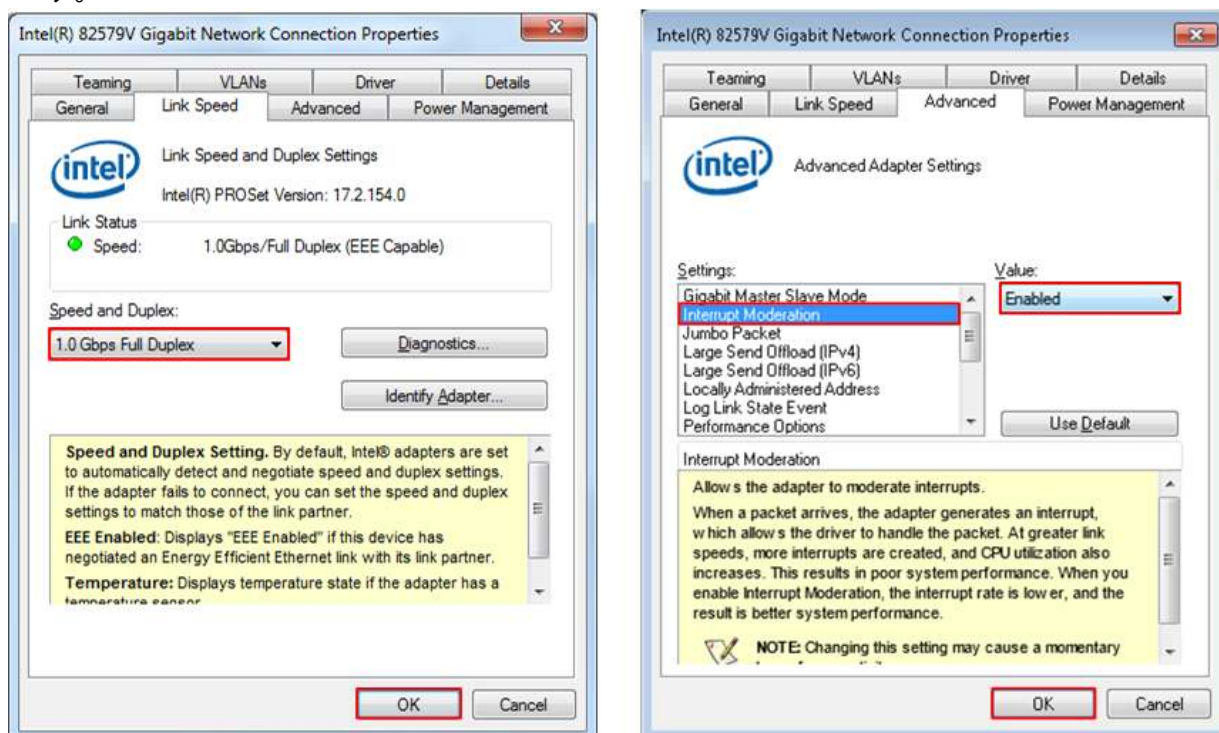

図 3-4: Link speed と Interrupt Moderation の設定
- Link Speed タブにて、図 3-4 左側のように”1.0 Gbps Full Duplex”を選択します。
- アドバンス・タブにて、図 3-4 右側のように Interrupt Moderation の項目を選択し値を Enabled に設定します。